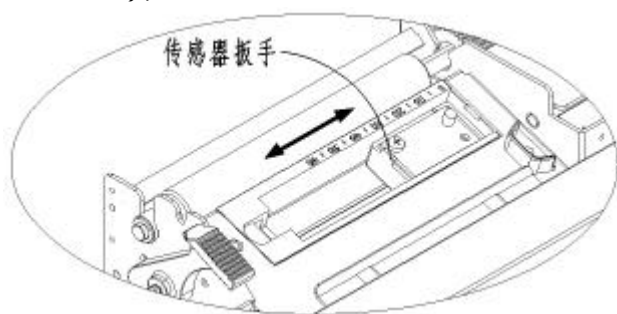
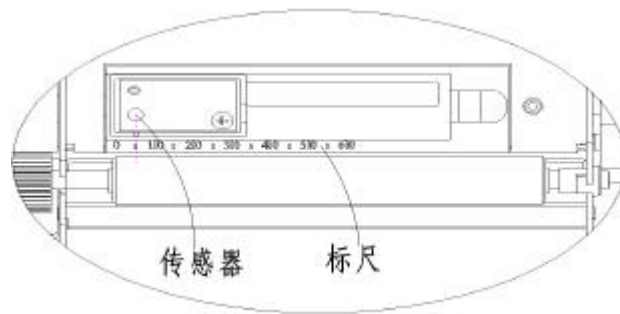

图 6.3-3
图 6.3-4
- 3) 拉动传感器扳手（见图 6.3-3），按照传感器要求位置，移动传感器使其对准标尺上的相应刻度（见图 6.3-4）；